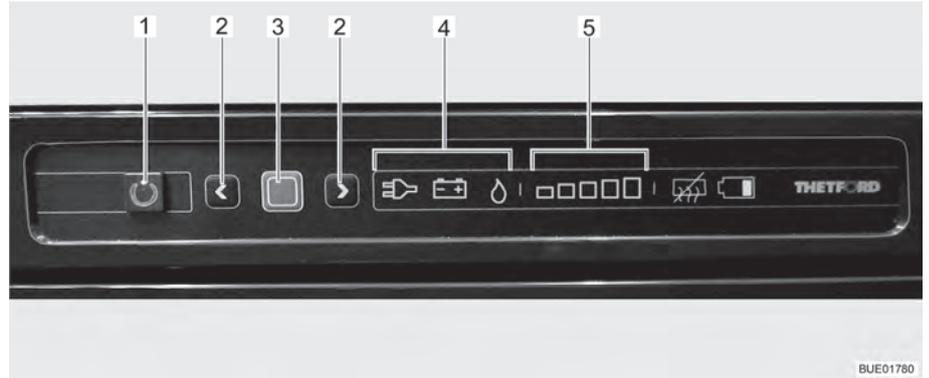

Fig. 123 Elementos de mando para el frigorífico
El modo de funcionamiento actual será visualizado por medio de un símbolo iluminado (Fig. 123,4) en la unidad de mando.
Una vez conectado, el frigorífico selecciona automáticamente el último ajuste seleccionado del termostato. Este reajuste puede modificarse manualmente con las teclas de flecha (Fig. 123,2). Las barras luminosas de la visualización de las etapas de refrigeración (Fig. 123,5) indican el ajuste seleccionado del termostato. Con las teclas de flecha se ajusta la temperatura de refrigeración para los tres tipos de energía. Pasan algunas horas hasta que el frigorífico alcanza la temperatura de servicio normal. Al conmutar el modo de funcionamiento se mantiene el ajuste del termostato. La temperatura de refrigeración se mantiene independientemente del tipo de energía.
- Presionar la tecla On/Off (Fig. 123,1) por 1 segundo. La tecla (Fig. 123,1) se iluminará de color verde. Después de aprox. 10 segundos, la visualización se atenuará automáticamente por razones de ahorro de energía.
- Pulsar la tecla de confirmación (Fig. 123,3) por aprox. 2 segundos. Los símbolos de los modos de funcionamiento (Fig. 123,4) estarán parpadeando.
- Para cambiar el modo de funcionamiento, pulsar las teclas de flecha (Fig. 123,2).
- Para el funcionamiento a gas, seleccionar el modo de funcionamiento Gas con las teclas de flecha (Fig. 123,2). El suministro de gas está abierto. El encendido se realiza automáticamente. Se oye un sonido de tic-tac hasta que el proceso de encendido se haya llevado a cabo con éxito.
- Pulsar la tecla de confirmación (Fig. 123,3).
- Pulsar de nuevo la tecla de confirmación (Fig. 123,3). La etapa de refrigeración actual será visualizada por medio de las barras luminosas (Fig. 123,5).
- Para cambiar el ajuste, pulsar las teclas de flecha (Fig. 123,2) hasta que se visualice el ajuste deseado.
- Pulsar la tecla On/Off (Fig. 123,1) por aprox. 2 segundos. Se apagarán todos las lámparas. El frigorífico está desconectado.